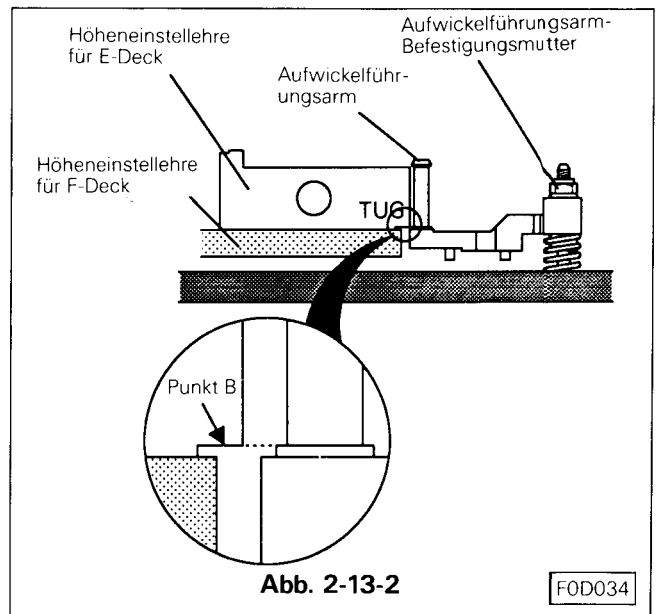

Abb. 2-13-2
- Die Wickeltellerhöheninstellehre für das F-Chassis einsetzen, (siehe Abb. 2-10-6) die Höhe des Bandführungsarms mit der Befestigungsschraube so einstellen, daß die untere Flanke des Führungsbolzens gleiche Höhe hat mit dem Punkt B für das F-Chassis. (Siehe Abb. 2-13-2)